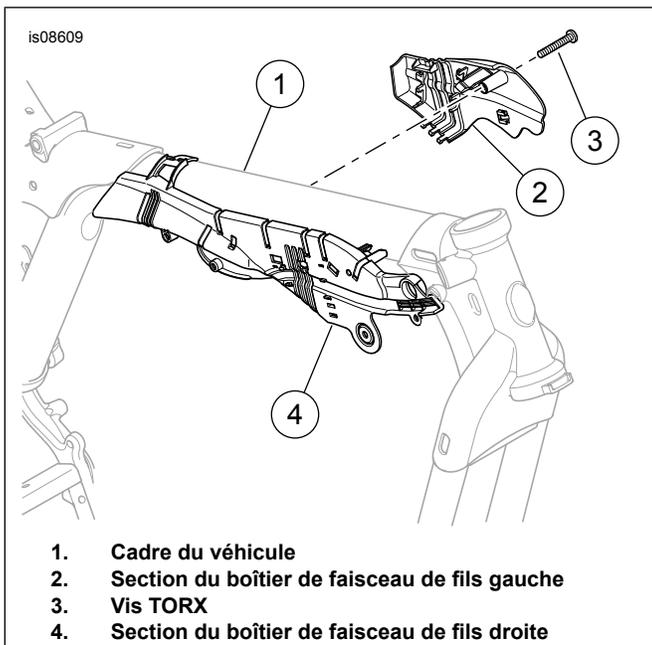

Figure 1. Accès au faisceau principal
3. Voir Figure 1. Déposer la vis TORX (3). Séparer la section du boîtier gauche (2) de la section droite (4) et le cadre du véhicule (1).
8. Voir Figure 1. Insérer le connecteur assemblé [31B], de l'extérieur, dans le boîtier de fils (4) dans le côté droit du cadre derrière la colonne de direction.